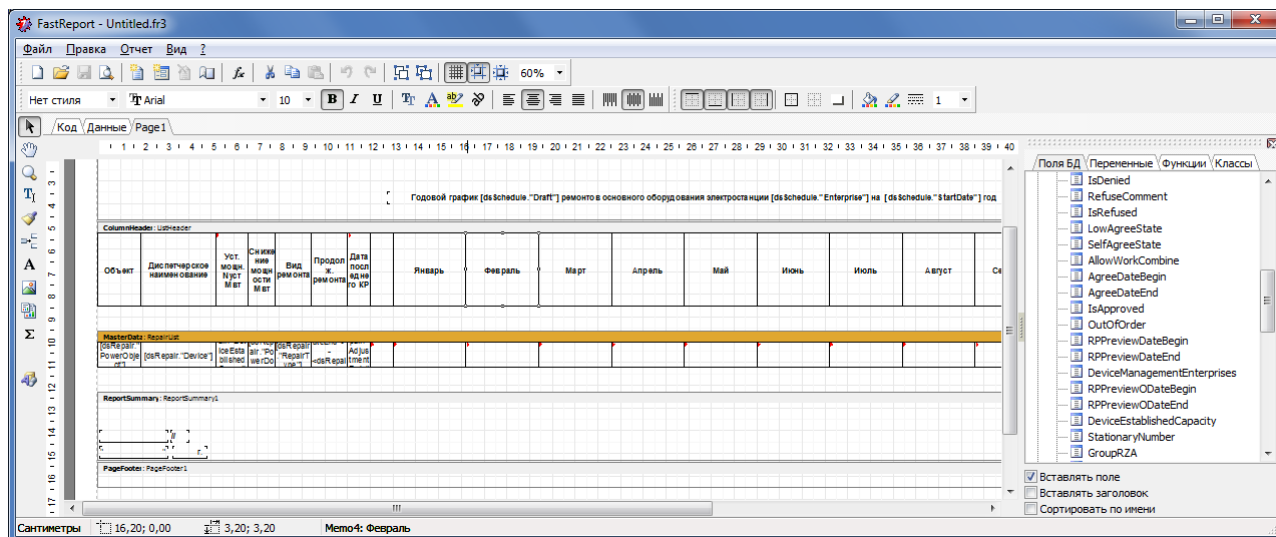

Рисунок 9.20 – Форма редактирования шаблона отчетов
3) В открывшейся форме редактирования шаблона отчетов (Рисунок 9.20) отредактировать шаблон (описание наборов данных и правила редактирования шаблонов отчетов описаны в документе «Руководство разработчика. Отчетные формы»).